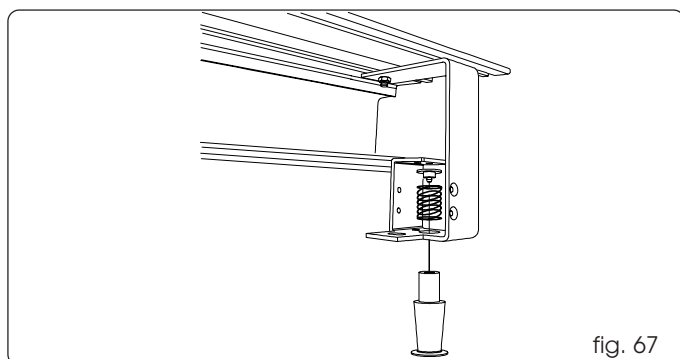

fig. 67
- Assembleer de ontgrendelknop op de zijbeugel zoals aangegeven op fig. 67 en 68. Duw tegen de aanslagring totdat hij in de ontgrendelknop grijpt.